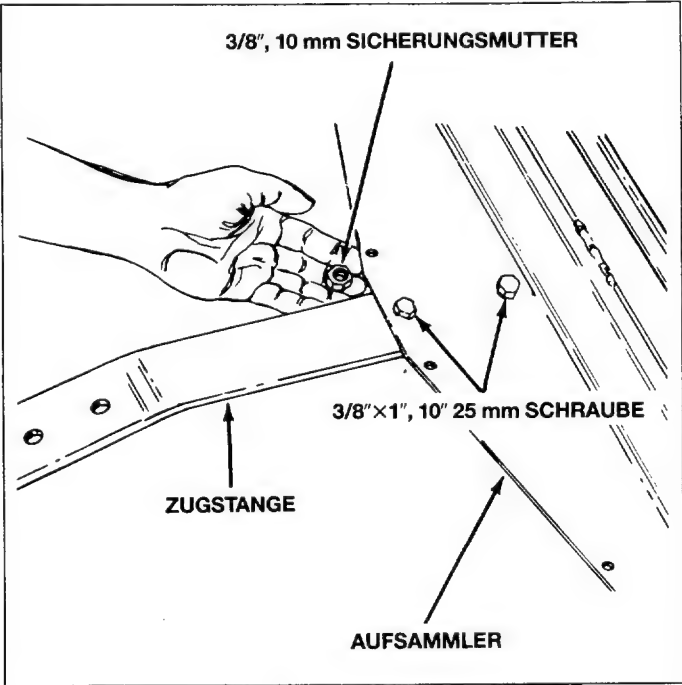

Bild 3
1. Zugstange am Aufsammler anbringen. Die Zugstange wie im Bild 3 gezeigt unter dem Aufsammler anbringen.
2. Die Zugstange mit zwei M10×25mm(3/8×1") Sechskantschrauben und 10 mm (3/8") Sicherungsmutter befestigen. Siehe Bild 3. *Die Schrauben jetzt nicht anziehen.*